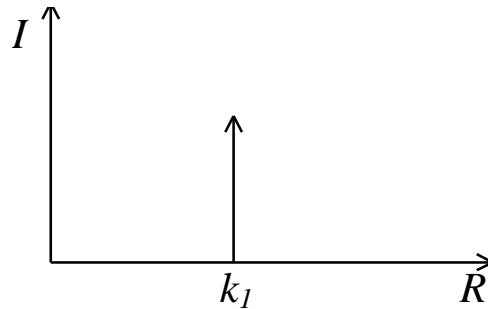

Рис. 13 АФХ форсирующего звена
АФХ форсирующего звена строится по выражению (23) и имеет вид, представленный на рис. 13.